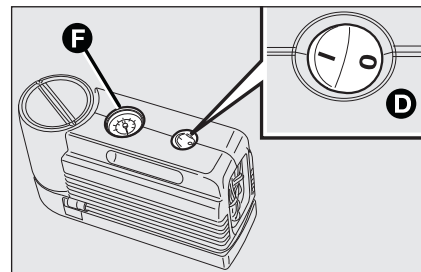
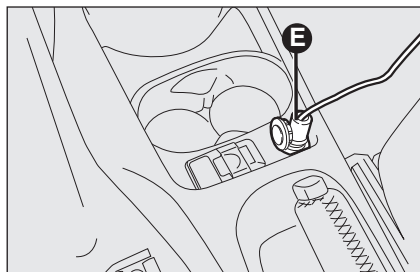

fig. 14
fig. 15
- assicurarsi che l'interruttore **D-fig. 14** del compressore sia in posizione 0 (spento), avviare il motore, inserire la spina **E-fig. 15** nella presa di corrente e azionare il compressore portando l'interruttore **D-fig. 14** in posizione **I** (acceso). Gonfiare il pneumatico alla pressione prescritta nel paragrafo "Pressione di gonfiaggio" del capitolo "Dati Tecnici".
Per ottenere una lettura più precisa, si consiglia di verificare il valore della pressione sul manometro **F-fig. 14** con il compressore spento;